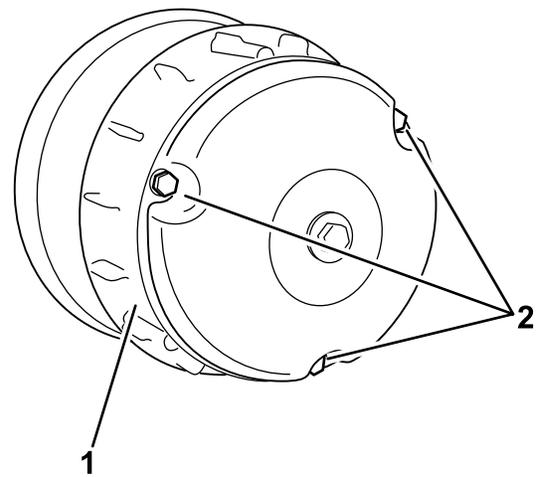

Bild 60
4. Setzen Sie die Kupplungsabdeckung auf und befestigen Sie sie mit den drei in Schritt 2 entfernten Schrauben (Bild 60).
2. Entfernen Sie die drei Schrauben, mit denen die Abdeckung an der Kupplung befestigt ist, und nehmen Sie die Abdeckung ab (Bild 60).